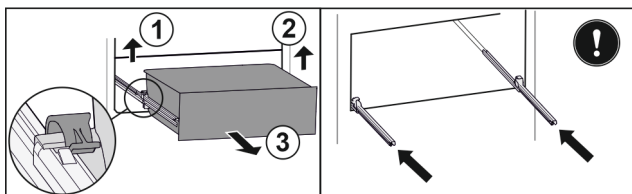

Fig. 103
- Lyft vänster klämma och dra samtidigt utdragslåda till vänster framåt. Fig. 103 (1)
- Lyft höger klämma och dra samtidigt utdragslåda till höger framåt. Fig. 103 (2)
- Ta ut utdragslåda genom att dra den framåt. Fig. 103 (3)